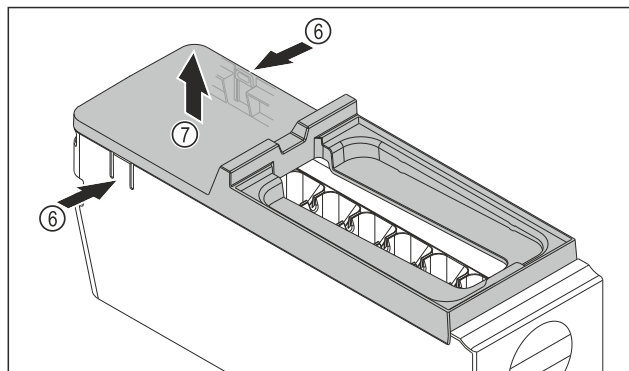

Fig. 107
- ▶ Зняти кришку з корпусу EasyTwist-Ice: натиснути однією рукою на накладки Fig. 107 (6) з обох боків корпусу EasyTwist-Ice.
- ▶ Зняти кришку Fig. 107 (7), потягнувши її вгору іншою рукою.